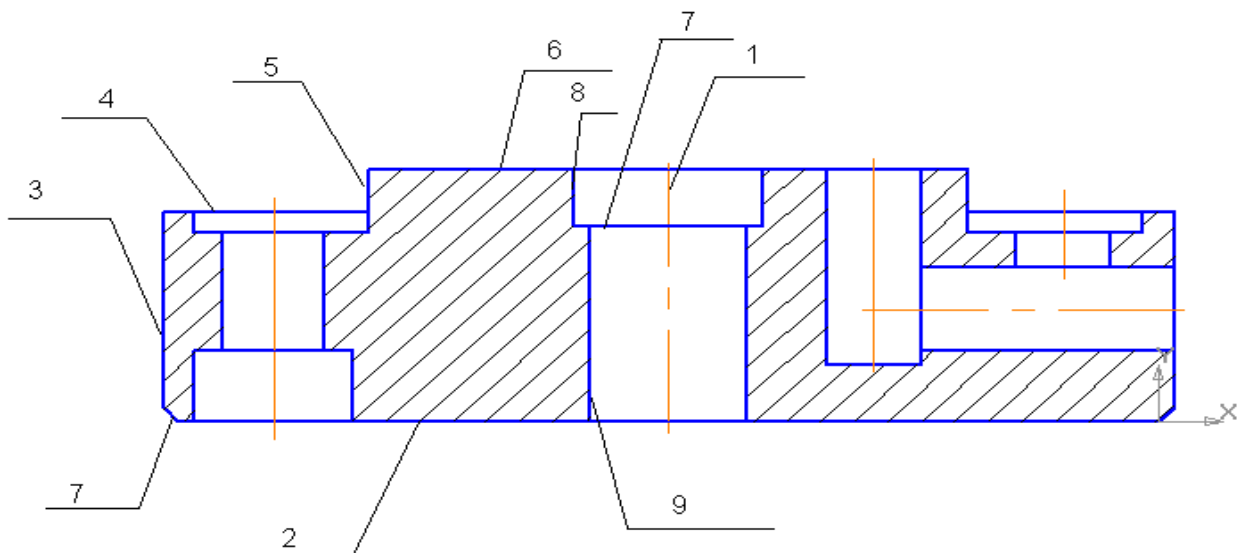

Рис. 4
2. Начертите ось 1 (рис. 4).
3. Начертите отрезок 2, 3, 4, 5, 6 (рис.4).
- d. Укажите отрезки **2, 3** (они обозначены на рис. 4).
- h.** Получившийся отрезок (отрезок 8, рис. 4) поставьте на линию самой крайней левой прямой, к отрезку 6 (Так как показано на рис. 4).